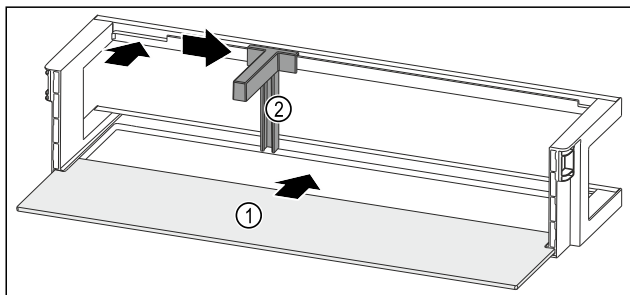

Fig. 95 带搁板的门边存放架
- ▶ 将搁板 Fig. 95 (1) 推入侧面凹槽。
- ▶ 将瓶托 Fig. 95 (2) 装入槽中。
- ▶ 将瓶托 Fig. 95 (2) 推至一侧的所需位置。